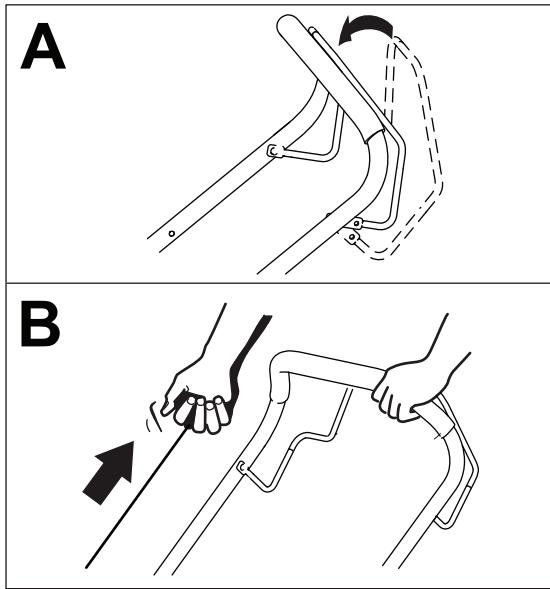

Figura 13
6. Tenete la barra di comando delle lame contro la stegola (A della Figura 13).
7. Dal motore, tirate la maniglia di avviamento a strappo (B della Figura 13).